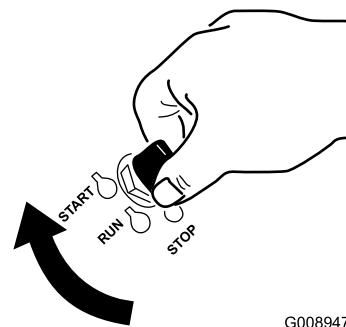

Figure 17
1. Tournez la clé de contact à la position de démarrage (Start) (Figure 17). Relâchez la clé quand le moteur démarre.
7. Tournez la clé de contact à la position de démarrage (Start) (Figure 17). Relâchez la clé quand le moteur démarre.